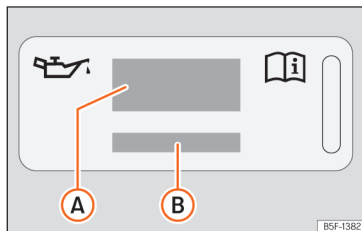

Fig. 177 No compartimento do motor: etiqueta de óleo do motor
Legenda da >>> **Fig. 177:**
Se tiver de adicionar óleo do motor, utilize um dos óleos indicados na etiqueta >>> **Fig. 177**. A etiqueta com a norma prescrita encontra-se na parte da frente do compartimento do motor
- Se faltar a etiqueta com a especificação do óleo do motor »» **Fig. 177**, contacte uma oficina especializada.